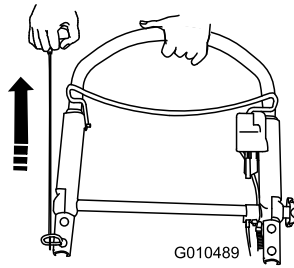

Bild 19
- Ziehen Sie den Rücklaufstarter (Bild 19).